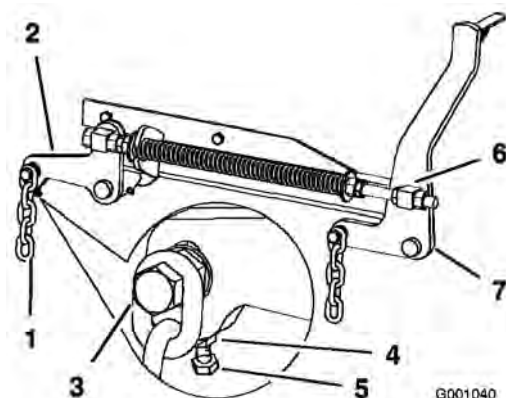

Figure 66
- Si la distance mesurée au point **B** ou **C** n'est pas correcte, desserrez le boulon de fixation de la chaîne arrière au bras de support arrière (Figure 66).
- Desserrez l'écrou de blocage sous le bras de support arrière et agissez sur le boulon de réglage de manière à obtenir une distance de 79 à 83 mm (3-1/8 à 3-1/4 pouce) (Figure 66).
- Desserrez d'environ 13 mm (1/2 pouce) les écrous de blocage à l'avant des pivots avant gauche et droit (Figure 66).
- Régalez les écrous de relevage sur les côtés gauche et droit de la machine de manière à abaisser l'avant de 6 à 10 mm (1/4 à 3/8 pouce) au point A par rapport au point B à l'arrière (Figure 66).